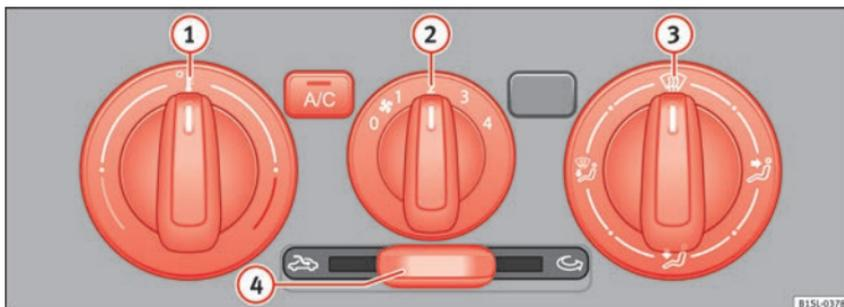

Abb. 38 Im oberen Teil der Mittelkonsole: Bedienelemente der manuellen Klimaanlage und des Heiz- und Frischluftsystems.
Ausschalten	Schaltet sich aus durch Drehen des mittleren Reglers ② auf die Position 0 » Abb. 38.
Temperatur	Mit dem linken Drehregler ① » Abb. 38 wird die Temperatur eingestellt.
Gebläse	Mit dem mittleren Drehregler ② » Abb. 38 wird die Gebläsestufe eingestellt.
Luftverteilung	Mit dem rechten Drehregler ③ » Abb. 38 wird die Luftverteilung eingestellt. 🚗: Luftverteilung zum Oberkörper hin über die Luftaustrittsdüsen an der Instrumententafel. 🚗: Luftverteilung in den Fußraum. 🚗: Luftverteilung zur Frontscheibe und in den Fußraum. 🚗: Eis von der Frontscheibe entfernen . Das Eis wird so schnell wie möglich von der Frontscheibe entfernt und der Beschlag verschwindet (Defrostfunktion).
Mit dem Schieberegler  » **Abb. 38** wird die Umluft eingeschaltet und ausgeschaltet » Seite 140.